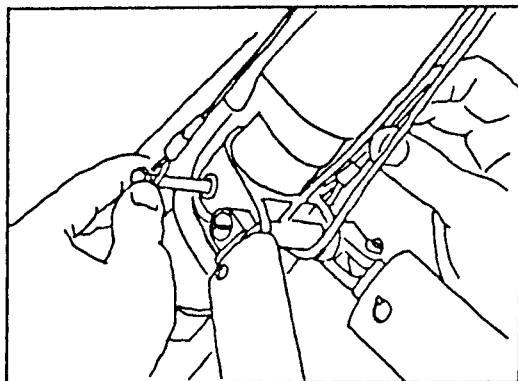

Figure 28
13) NIMM DIE NYLONSCHNUR, DIE AM TRAPEZ OBEN BEFESTIGT IST UND STEIGE MIT DEM RECHTEN FUß IN DIE SCHLINGE AN DEREN UNTEREM ENDE. LÖSE DIE FLÜGELMUTTER AM SICHERUNGSEIL. SPANNE DIE QUERTSTANGE MIT DEM FUß UND BEFESTIGE DIE BEIDEN SICHERUNGSEILE LINKS UND RECHTS AM KIEL MIT DEM BOLZEN DER AN EINEM DER SICHERUNGSEILE BEFESTIGT IST. SICHERE DIESEN BOLZEN NUN MIT DER FLÜGELMUTTER UND DEM SICHERUNGSRING (FIGURE 28,29).